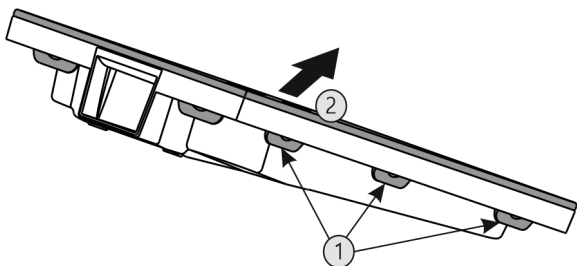

Fig. 49
- ▶ Wszystkie nakładki Fig. 49 (1) wcisnąć po kolei i zdjąć Fig. 49 (2) pokrywę.